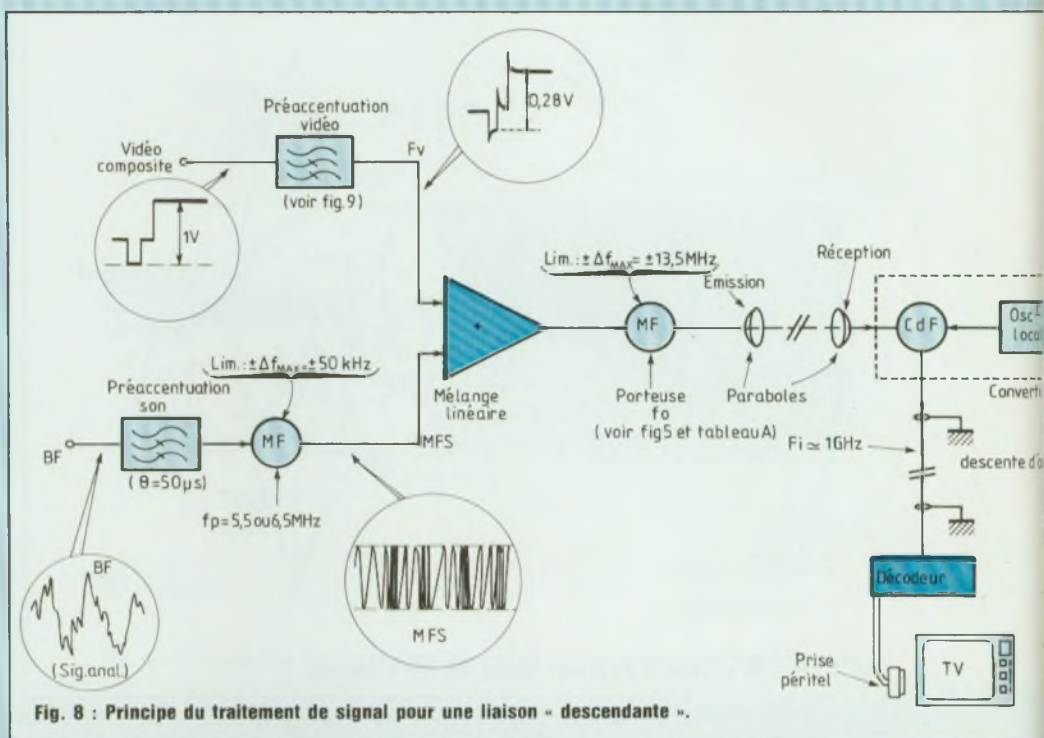

Fig. 8 : Principe du traitement de signal pour une liaison « descendante ».
Sans présager du contenu réel de l'information à transmettre, les normes internationales de la RDS prévoient une transmission réalisée **au moyen de la modulation de fréquence** [CAMRS (9) - 1977]. Le plan proposé est en application depuis le 1er janvier 1979 et fait abstraction de tout cryptage ou codage interne. Ces procédés ne modifient pas le principe d'une liaison MF et des contraintes qui l'accompagnent : la vidéo est préaccentuée (voir figure 8), selon un gabarit particulier où les composantes situées au-dessus de 1,5 MHz sont augmentées de 3 dB environ alors qu'elles sont atténuées de 11 dB en-dessous (figure 9). Le signal normalisé de 1 V c à c se trouve réduit à 0,28 V mais accompagné des pointes caractéristiques de la préaccentuation.